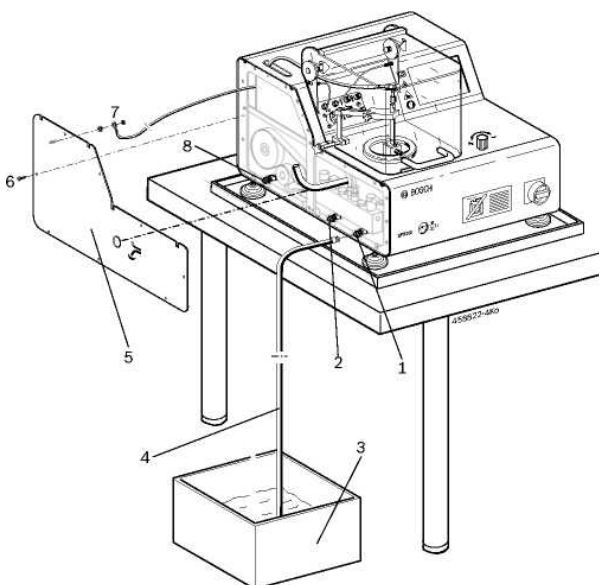

Рис. 18. Слив проверочного масла.
3. Отвинтить болты крепления (8 шт.) **6** (рис. 18) левой стенки кожуха корпуса.
4. Снять стенку **5** (рис. 18) кожуха.
5. Отвинтить кабель заземления **7** (рис. 18) на боковой стенке корпуса.
6. Уложить шланг длиной 1,5 м 1 680 712 283 (рис. 18, поз. **4**) с концом без быстродействующего запора в приемный резервуар **3** (рис. 18.).
7. Шланг 1,5 м с быстродействующим затвором (1 680 712 283) вставить в быстродействующий затвор резервуара для проверочного масла **1** (рис. 18).
8. После того как проверочное масло вытечет из резервуара для проверочного масла, вставить шланг в быстродействующий затвор отстойника **2** (рис. 18).
9. После того как проверочное масло вытечет из отстойника, вставить шланг в быстродействующий затвор масляного охладителя **8** (рис. 18).